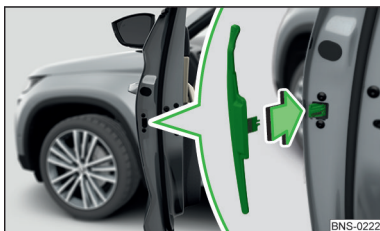

Fig. 40
- Installer une nouvelle bordure de protection dans les rainures dans **le sens de la flèche » fig. 40.**